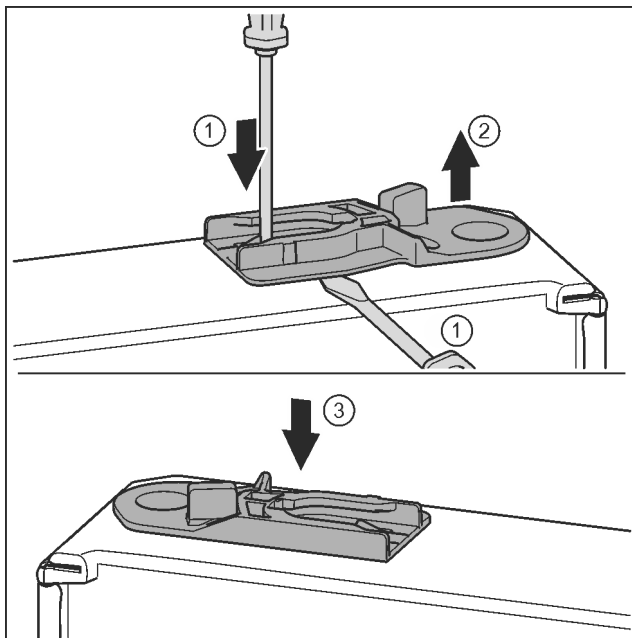

Fig. 37
- ▶ Izvlecite vodilno pušo: Pritisnite spono s ploščatim izvijačem in ga hkrati potisnite pod vodilno pušo. *Fig. 37 (1, 2)*
- ▶ Vstavite vodilno pušo, ki je vsebovana v obsegu dobave, na drugi strani ohišja. *Fig. 37 (3)*